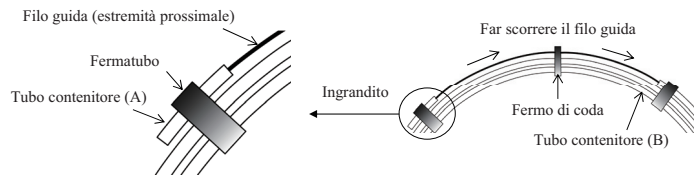

Figura 1
- Rilasciare il filo guida dal fermo di coda e farlo scorrere lentamente, spingendone l'estremità distale attraverso il tubo contenitore (B). (Figura 1)